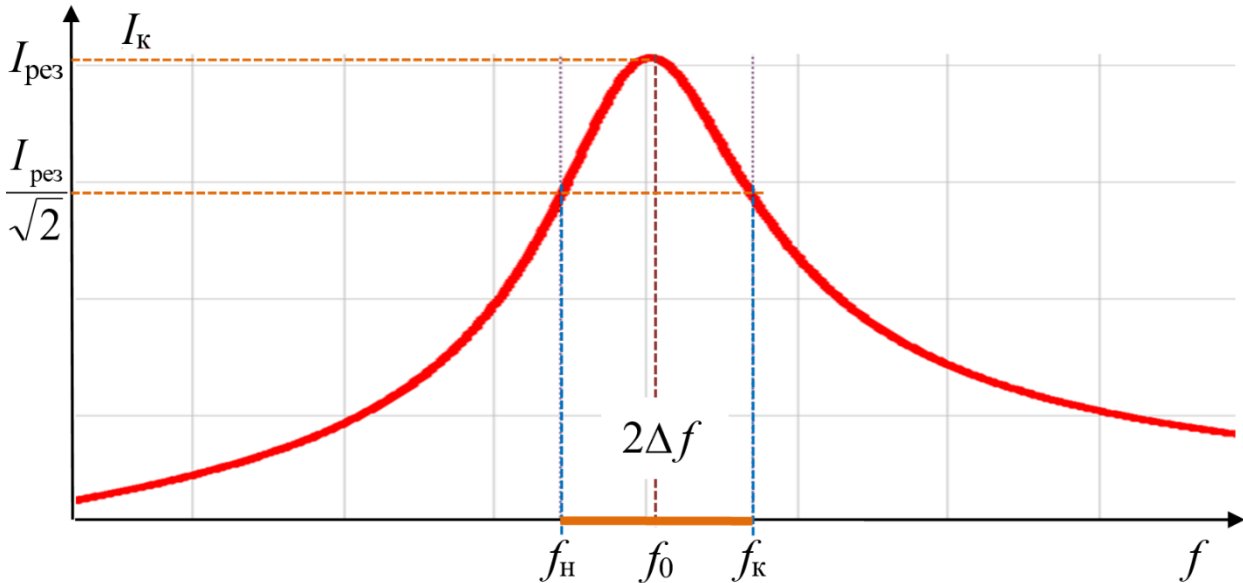

Рисунок 4 – Полоса пропускания колебательного контура
**Полосой пропускания контура** называется полоса частот, в пределах которой ток в контуре уменьшается не более, чем в  $\sqrt{2}$  раз. Т. е. в диапазоне частот от  $f_n$  до  $f_k$ , составляющих полосу пропускания, ток контура составляет 70,71 % и более от тока при резонансе (рис. 4).